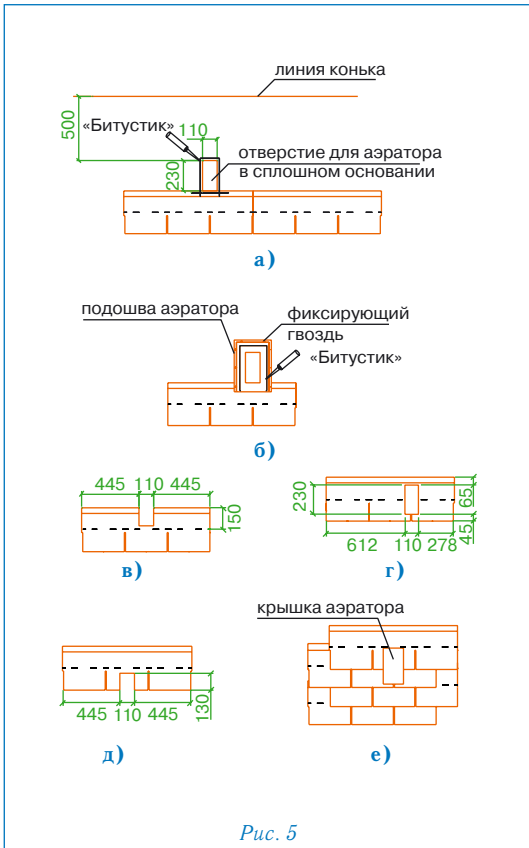

Рис. 5
Установка аэратора «Престиж» (рис.5)
• В сплошном основании кровли прорезается отверстие 11 x 23 см, расположенное согласно рис. 5а;
• корпус аэратора устанавливается поверх отверстия и фиксируется стальными гвоздями; по верхней и боковым сторонам подошвы корпуса также наносится битумная мастика «Битустик» (рис. 5б);
- при укладке последующих трех рядов черепицы подошва аэратора закрывается листами ПРЕСТИЖ ЭЛИТ с соответствующими прорезями (рис. 5е);
- на корпус аэратора устанавливается крышка, которая фиксируется нажатием (до щелчка) (рис. 5е).